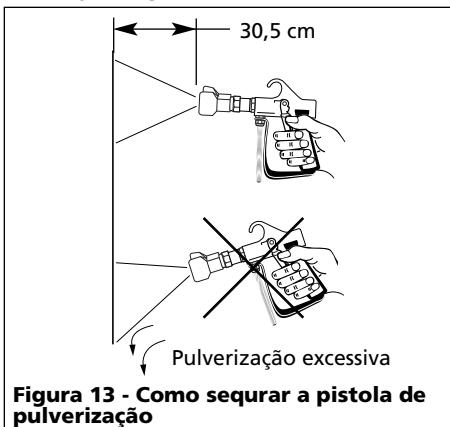

Figura 13 - Como segurar a pistola de pulverização
- Mantenha a pistola perpendicular à superfície.** Segure sempre a pistola em posição perpendicular à superfície com o bocal a aproximadamente 30,5 cm da superfície. Se for sustentada em ângulo (de cima para baixo e de lado a lado) a pintura não ficará uniforme, o acabamento não será de primeira e ocorrerá pulverização excessiva. (Veja a Figura 13).